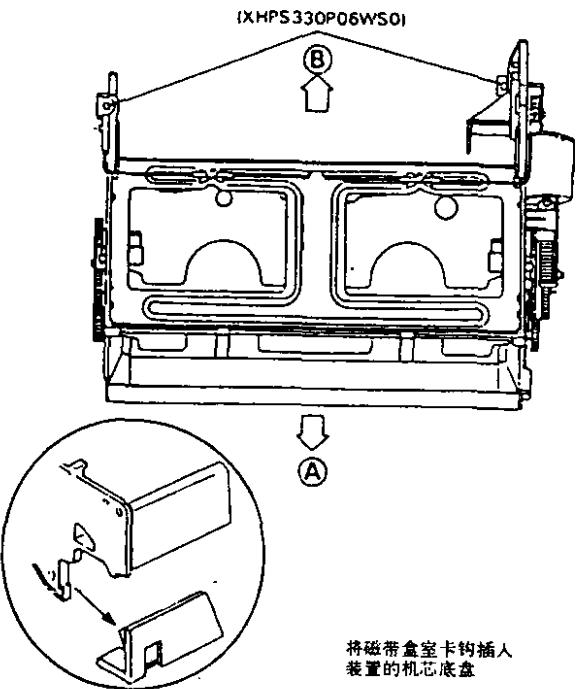

图1-1
4. 按图1-1箭头→⑧的方向移动磁带盒室控制机构，然后将其垂直向上拉出。